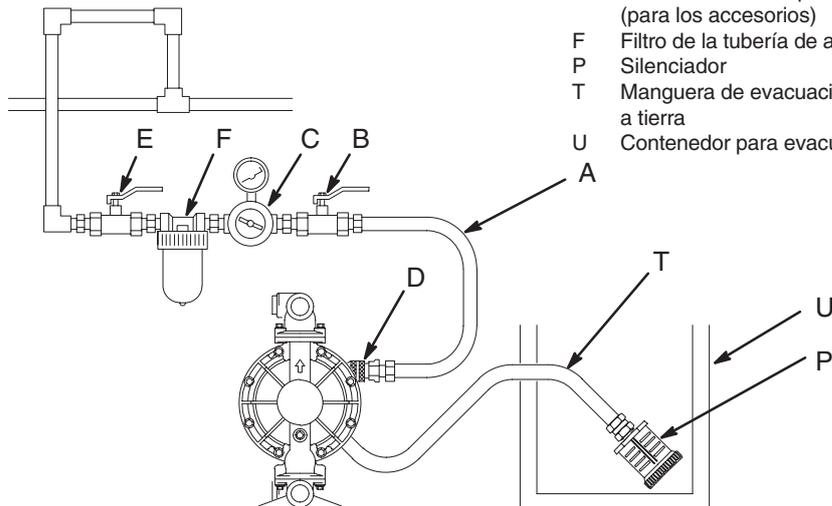

Fig. 6
Un fallo de la membrana puede provocar el bombeo del fluido hacia la salida del aire. Coloque un contenedor apropiado en el extremo de la tubería de salida de aire para recoger el fluido. Consulte la Fig. 6.
1. Desmonte el silenciador (P) de la salida del aire.
2. Instale una manguera de evacuación del aire con conexión a tierra (T) y conecte el silenciador (P) al otro extremo de la manguera. El tamaño mínimo de la manguera de evacuación del aire es de 19 mm (3/4 pulg.) de diámetro interno. Si se requiere el uso de una manguera mayor de 4,57 m, utilice una manguera de mayor diámetro. Evite la formación de curvas o dobleces en la manguera.
3. Coloque un contenedor (U) en el otro extremo de la tubería de evacuación del aire para recoger el fluido en caso de rotura de la membrana. Consulte la Fig. 6.